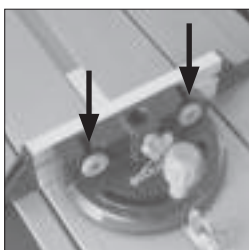

Abb. 22
- Schieben Sie die Befestigungsschrauben durch beide (2) Löcher in der Senkrecht-Platte und befestigen Sie sie mit den Flügelmuttern. **(Abb. 22)**.